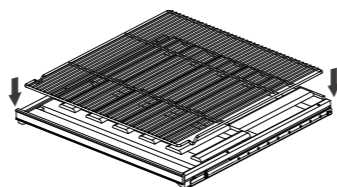

图 4
2. 将多饮品可拆卸托盘放置在ArteVino通用层架上 (见图4)。